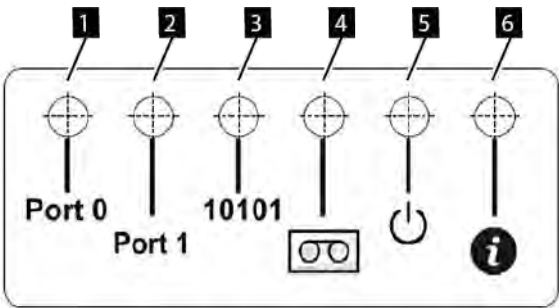

Figura 65. Indicadores de la guía de unidad
3. En la parte posterior de cada unidad de cintas. Consulte Figura 65 en la página 104 y Tabla 43 en la página 104.